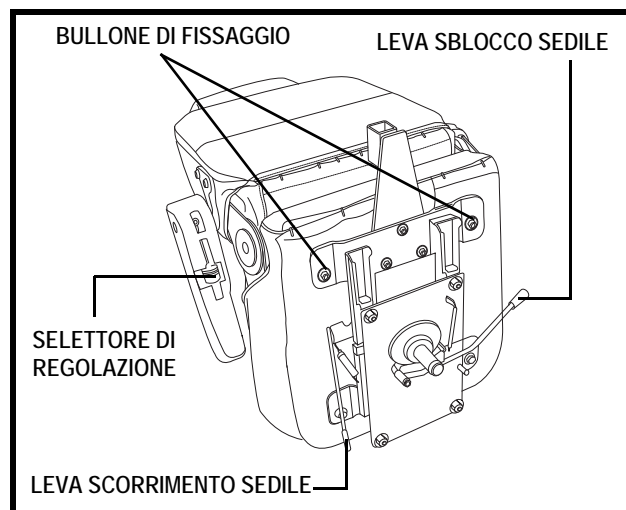

Figura 17. Regolazioni della posizione del sedile
1. Spingere in avanti la leva sblocco sedile per liberarlo. **Vedere figura 17.**
1. Tirare verso l'esterno la leva scorrimento sedile. **Vedere figura 17.**
L'inclinazione del bracciolo dello scooter è regolabile verso il basso o verso l'alto ruotando l'apposito selettore. **Vedere figura 17.**
2. Posizionare la seduta a testa in giù per poter lavorare sulla base della seduta. **Vedere figura 17.**